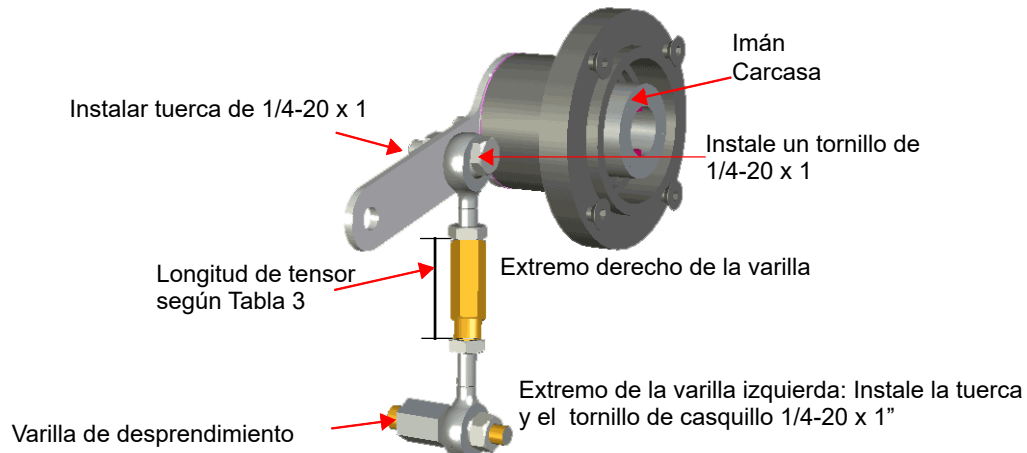

Figura 19 - Montaje de la varilla de desprendimiento del SVi1000
4. Enrosque la varilla de toma en el conector del vástago del actuador (Figura 19).
- Conecte el extremo roscado derecho de la varilla a la palanca mediante un tornillo y una tuerca de 1/4 - 20 x 1" (Figura 19).
- Enrosque el tensor en el extremo de la varilla roscada de la mano izquierda (Figura 19).
- Ajuste el tensor hasta que el orificio de la palanca coincida con el orificio de alineación de la abrazadera. Ajuste ambas tuercas de bloqueo del tensor (Figura 19).